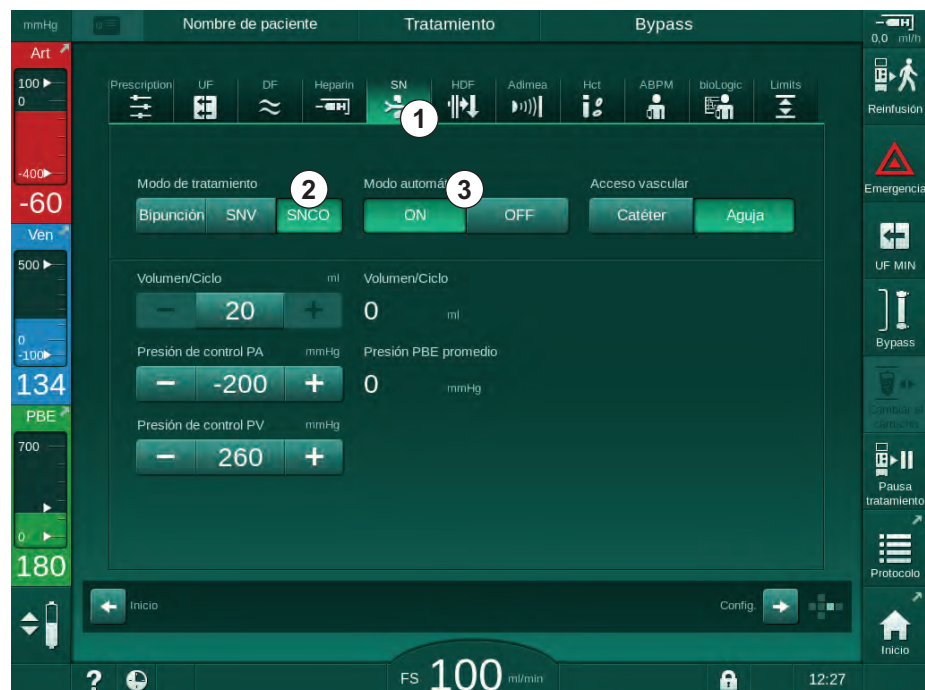

Fig. 9-1 Cambio a tratamiento de unipunción Cross Over
2. Pulsar el icono *SN* (Fig. 9-1, ①).